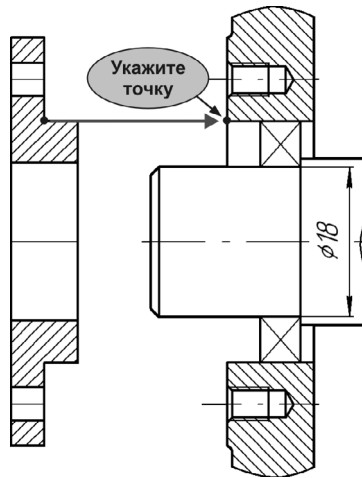

Рис. 65.18.
16. Задайте новое положение базовой точки. Используйте привязку **Ближайшая точка** (рис. 65.18).